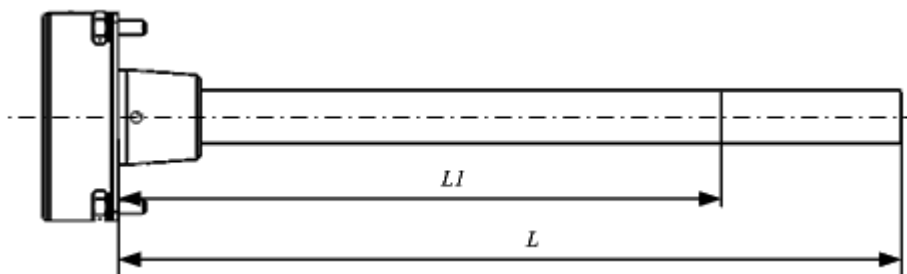

Рисунок 9
- 3) Отрезать ножовкой длину  $L1$  изделия таким образом, чтобы линия среза была строго перпендикулярна продольной оси изделия (Рисунок 9).